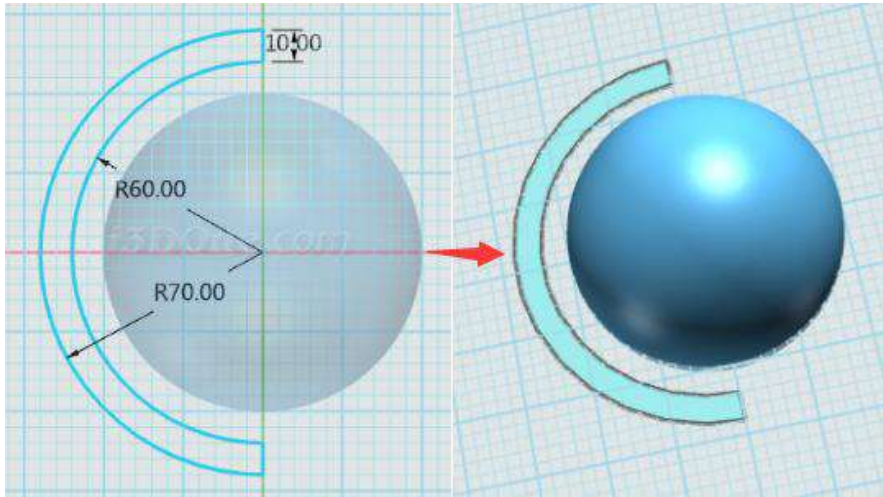

图 1-2
Step 2 然后绘制地球仪的支架部分，使用草图绘制命令  中的  圆弧和  直线工具，如下图 1-2 所示：